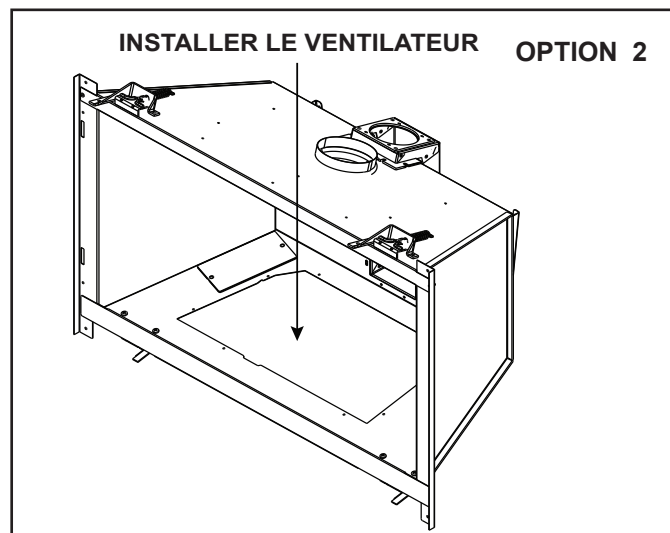

Figure 6.5 Via l'ouverture de la plaque de vanne (Option 2)
- Retirez la façade de l'appareil, la vitre, les registres, le plateau de base, le module du brûleur et la plaque de vanne. Voir la figure 6.5.